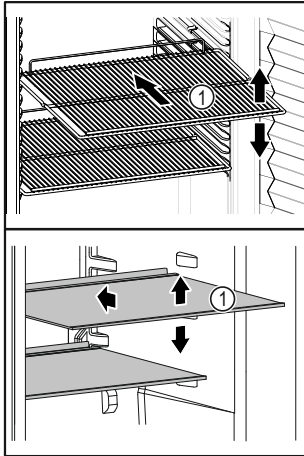

Fig. 54 Immagine a titolo di esempio
- ❑ Se i ripiani Fig. 54 (1) sono spostati, adattare i ripiani in base all'altezza.